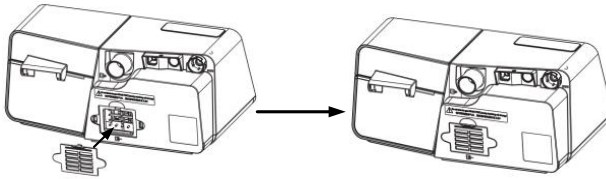

Fig. 18-8
(2) Conecte un nuevo filtro de aire a la tapa del filtro, como se ve en la Fig. 18-8.